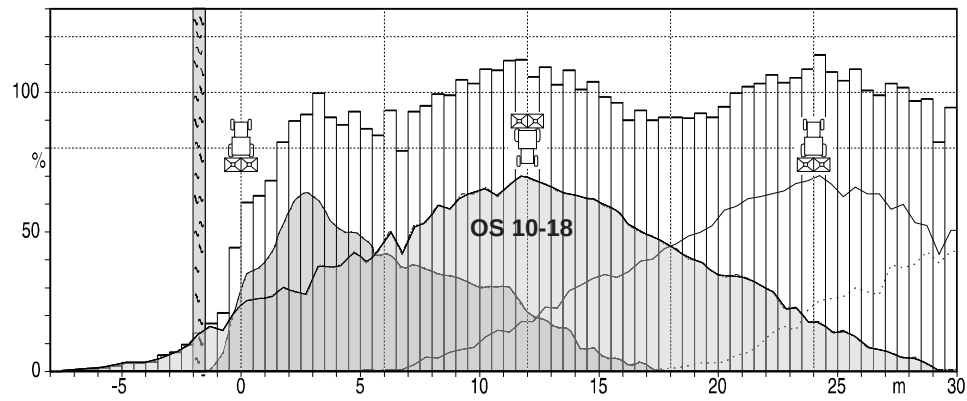

Fig. 4.3
- vil anlægge kørespor på 10 og 12 m (Fig. 4.3 og 4.4).
Grænsespredning (med grænsespredeskærm) på 1,5 m afstand ved 18 kørespor meget godt, da der ikke bliver kastet noget gødning over markgrænsen. Bliver der derimod kørt med den samme skovlindstilling på 12 m eller 10 m køresporsafstand (ved nogle gødningstyper som f. eks. KAS, er det muligt at opnå en optimal tværfordeling ved 10-18 m arbejdsbredde med den samme skovlindstilling), kaster OS 10-18 spredetallerkenerne en betragtelig gødningsmængde (ca. 4,5 til 6,5 m bredt) ud over markgrænsen når man kører tilbage (se Fig. 4.3).